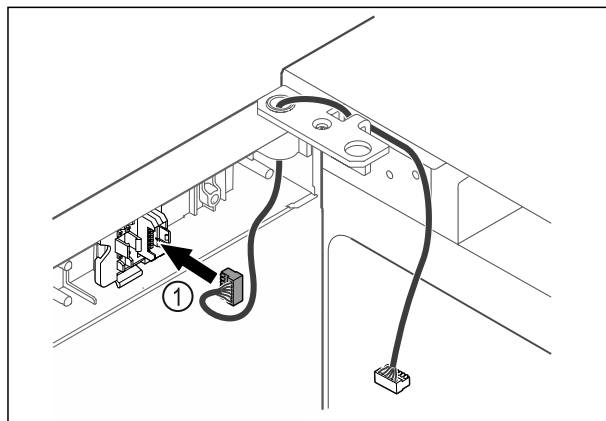

Fig. 49
- ▶ Sæt stikket Fig. 49 (1) i stikholderen.